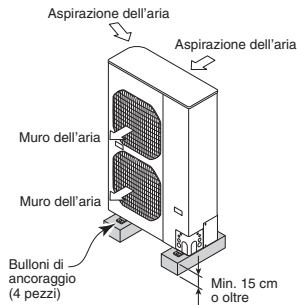

Fig. 2-5
- Fornire una base solida (blocco di cemento, travi da 10 x 40 cm), un minimo di 15 cm sopra il livello del terreno per ridurre l'umidità e proteggere l'unità contro possibili danni dovuti a acqua e il deterioramento del prodotto. (Fig. 2-5)